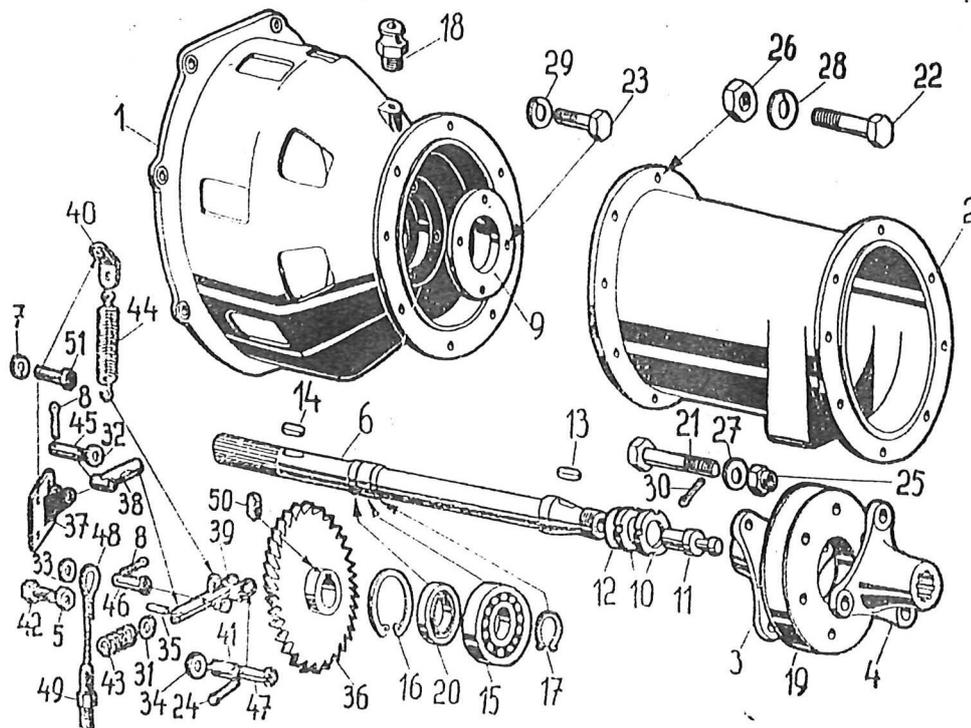

Bild 4: Kupplungsgehäuse mit Welle
- Bild 4: Kupplungsgehäuse mit Welle